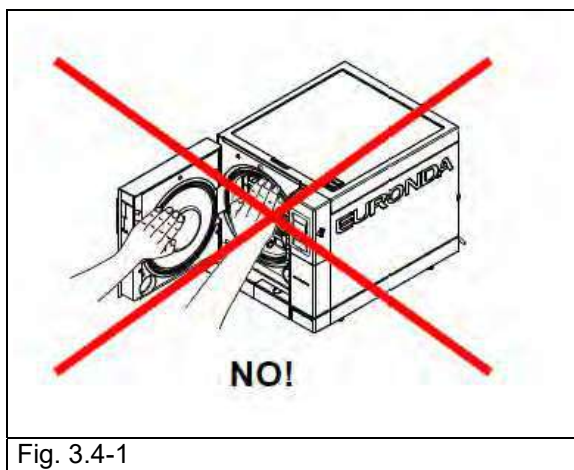

Fig. 3.4-1
Manualul este structurat pe capitole și subcapitole; figurile au același număr precum capitolul în cauză, plus un număr progresiv. Ex. Fig. 3.4-1 (figura nr. 1 cap. 3.4).
1. Când autoclava a terminat ciclul de sterilizare și se deschide ușa pentru a scoate instrumentele sterilizate, partea internă a generatorului și partea internă a ușii sunt încă fierbinți. Acestea nu trebuie să fie atinse direct pentru a evita arsurile (Fig. 3.4-1). Utilizați piesa specială extractoare (Cap. 3.3 "Dispozitive de siguranță").